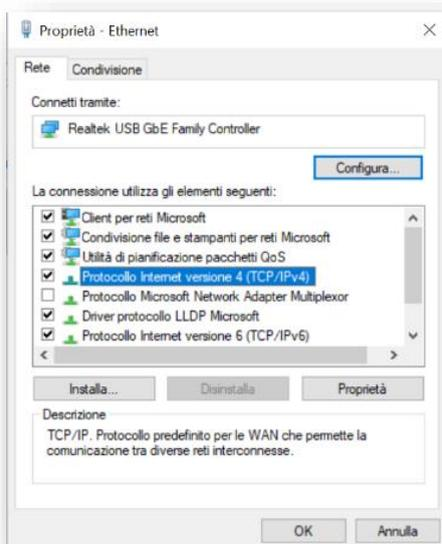
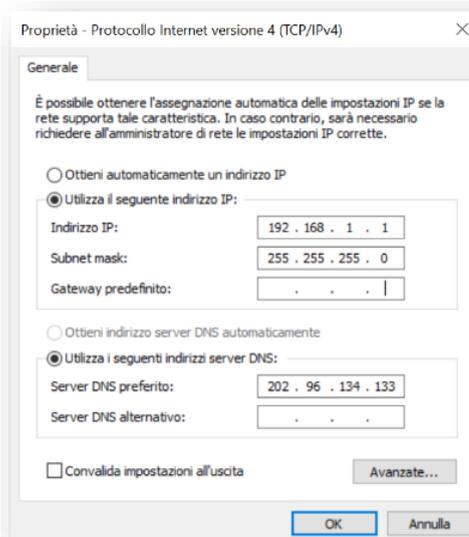

Fig. 13
Fig. 14
7. Dal menù di proprietà Ethernet (Fig.13), selezionare "Protocollo Internet versione 4 (TCP/IPv4)" e premere il pulsante proprietà che si sarà nel frattempo abilitato. Si aprirà la schermata (Fig.14)